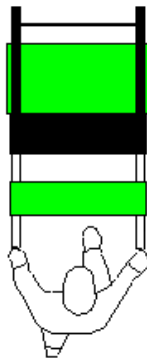

Fig. 14 Correcta posición del operador mientras usa la máquina
Para regular el manillar, desbloquear la palanca de regulación, regular a conveniencia y volver a bloquear el manillar utilizando la misma palanca (Fig. 14)
- Empuñar sólidamente el manillar y posicionarse como indica la Fig. 14.